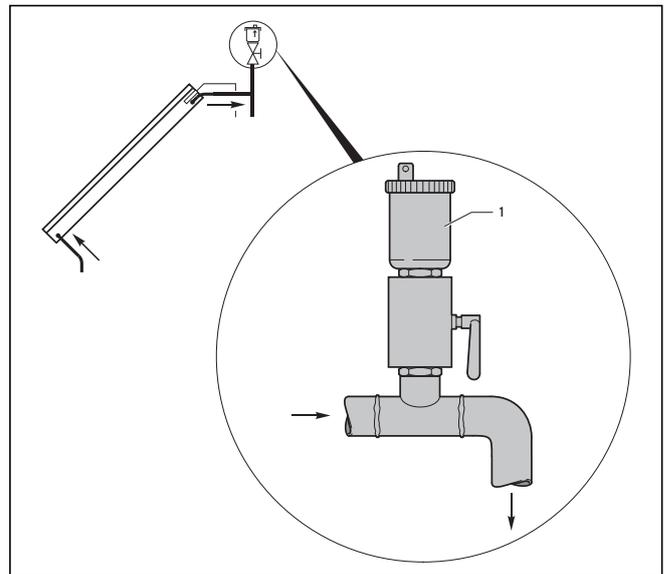

Abb. 5.7 Entlüfter
- Entlüftung über einen automatischen Schnellentlüfter mit Absperrhahn (→ **Abb. 5.7**)